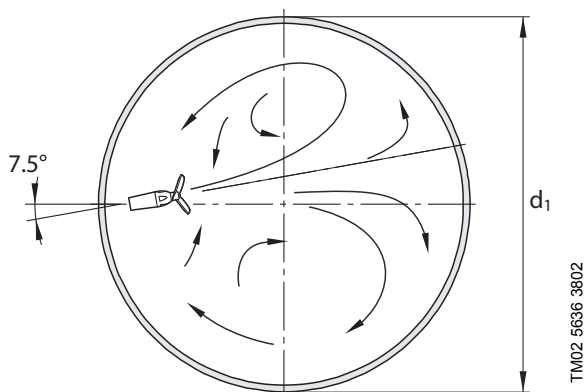

Рис. 30 Осаждаемые твёрдые частицы в цилиндрическом резервуаре перемешиваются с жидкостью.
- чтобы осаждаемые твёрдые частицы, если таковые имеются, перемешивались с жидкостью. См. рис. 30.